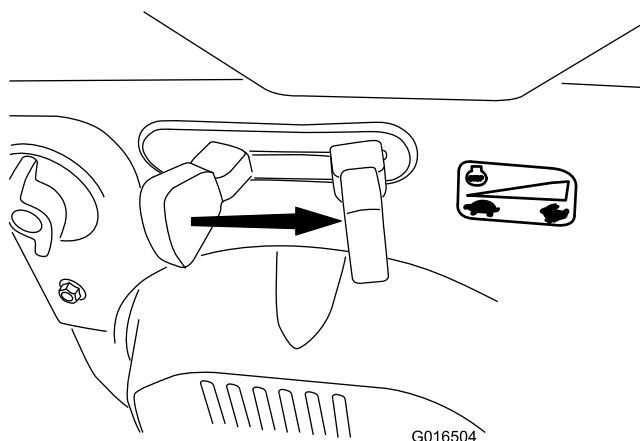

Рисунок 28
6. Установите рычаг дроссельной заслонки в положение **БЫСТРО** (Рисунок 28).